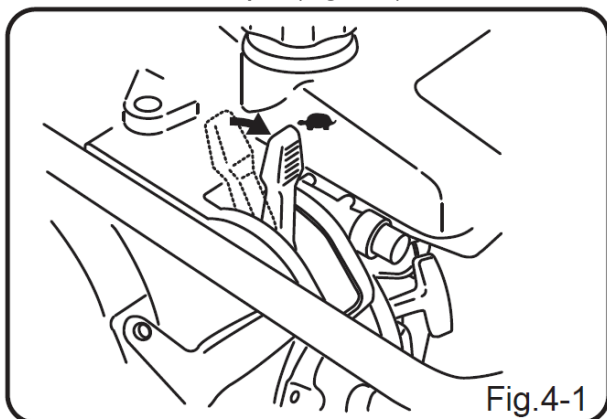

Fig.3
- Fyll på med blyfri bensin i bränsletanken. (Fig. 3)